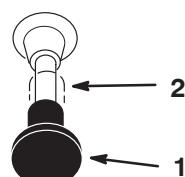

Figure 12
- Placez la manette de starter en position En service pour démarrer à froid (Fig. 12).
7. Lorsque le moteur a démarré, amenez progressivement la manette de starter en position Hors service (Fig. 12). Si le moteur cale ou hésite, ramenez la manette de starter à la position En service pendant quelques secondes. Réglez ensuite la manette d'accélérateur à la position voulue. Répétez l'opération si nécessaire.